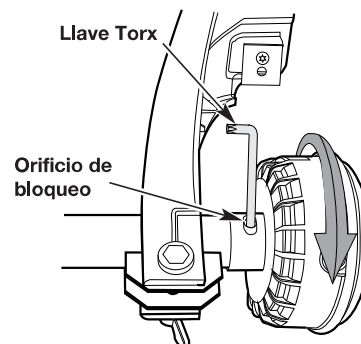

Fig. 19
1. Gire el cabezal de corte hasta que quede expuesto el orificio de bloqueo (Fig. 19).